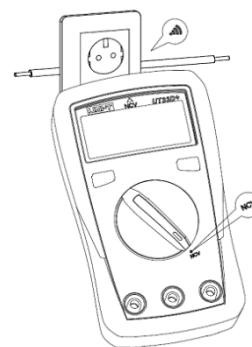

Figura 6
**10. Misura NCV (solo per UT131D, vedere Figura 6)**